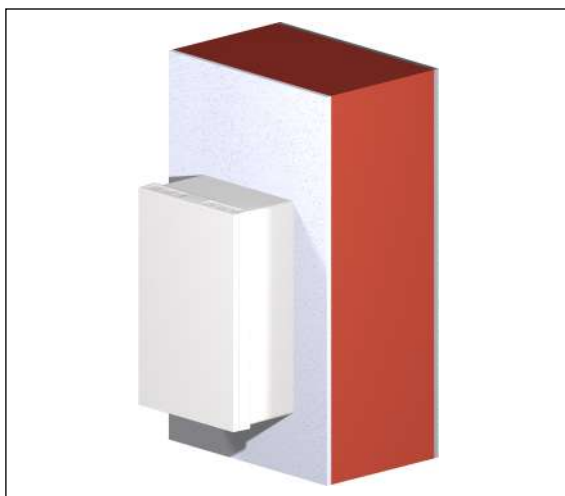

Abb. 1: Aufputzmontage
- Aufputzmontage (siehe Abb. 1)